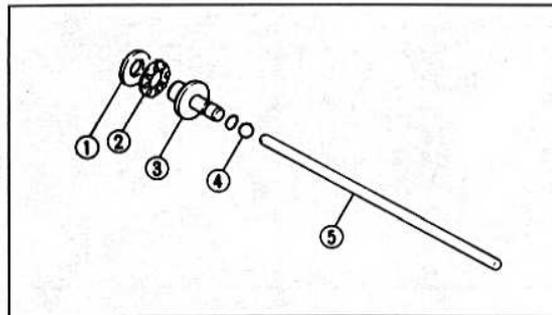

Bild 180
- Die Druckstange mit O-Ring, Druckpilz, und Drucklager herausnehmen (Bild 180).